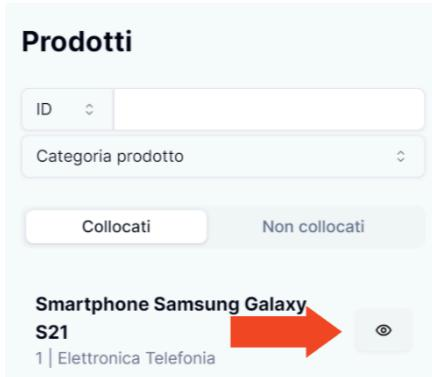

Figura 23 Pulsante per l’ispezione prodotto
- cliccare **Visualizza**  (Figura 23) del prodotto interessato, presente nella lista dei prodotti (Sezione 3.8.1);